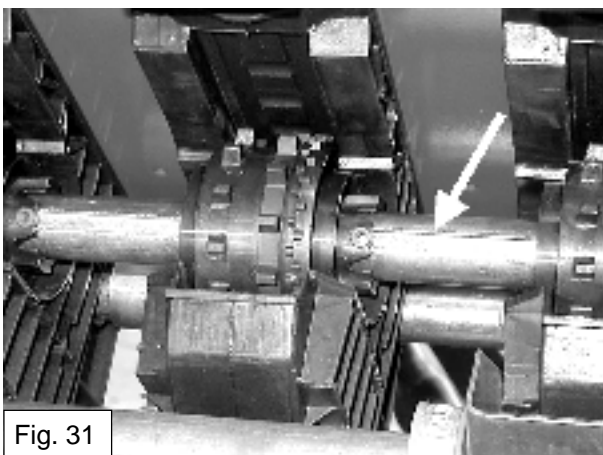

Fig. 31
- Girare l'albero di semina con la manovella, in modo che l'incavo per chiavetta diventi visibile (fig. 31).